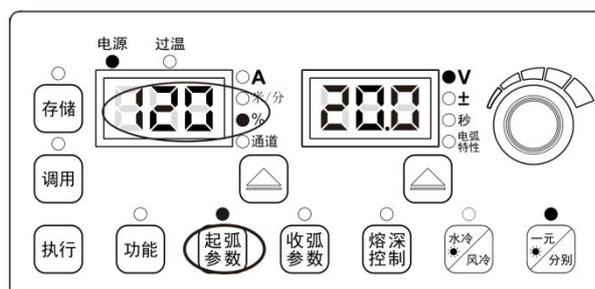

图3-7 起弧参数百分比设置界面
2. “%”指示灯点亮且左边数码管闪烁时，通过面板旋钮设置起弧段送丝速度的百分比，设置结束后，短按执行键确认，如图 3-7 所示。